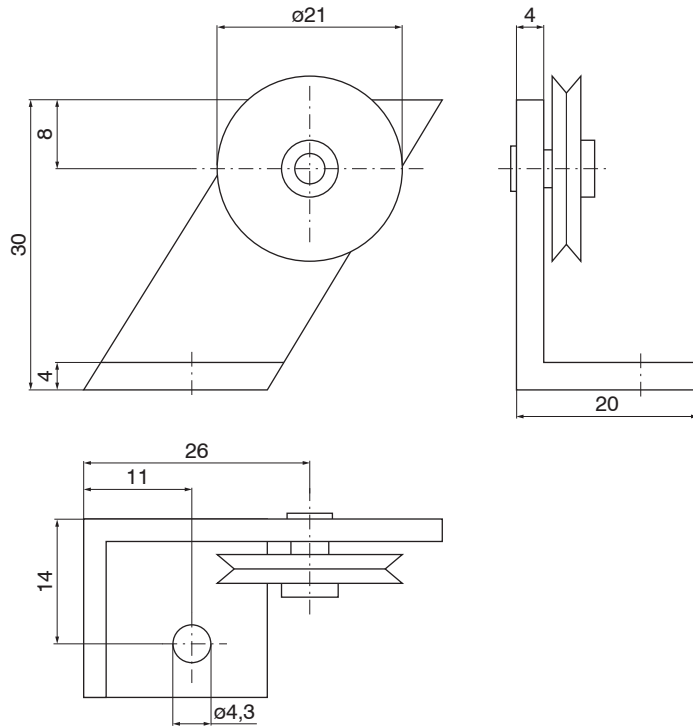

Abb. 9 Umlenkrolle TR3-WDS, fest, mit Montagefuß, Maße in mm, nicht maßstabsgetreu
- TR3-WDS Seilumlenkrolle, fest, mit Montagefuß, siehe Abb. 9